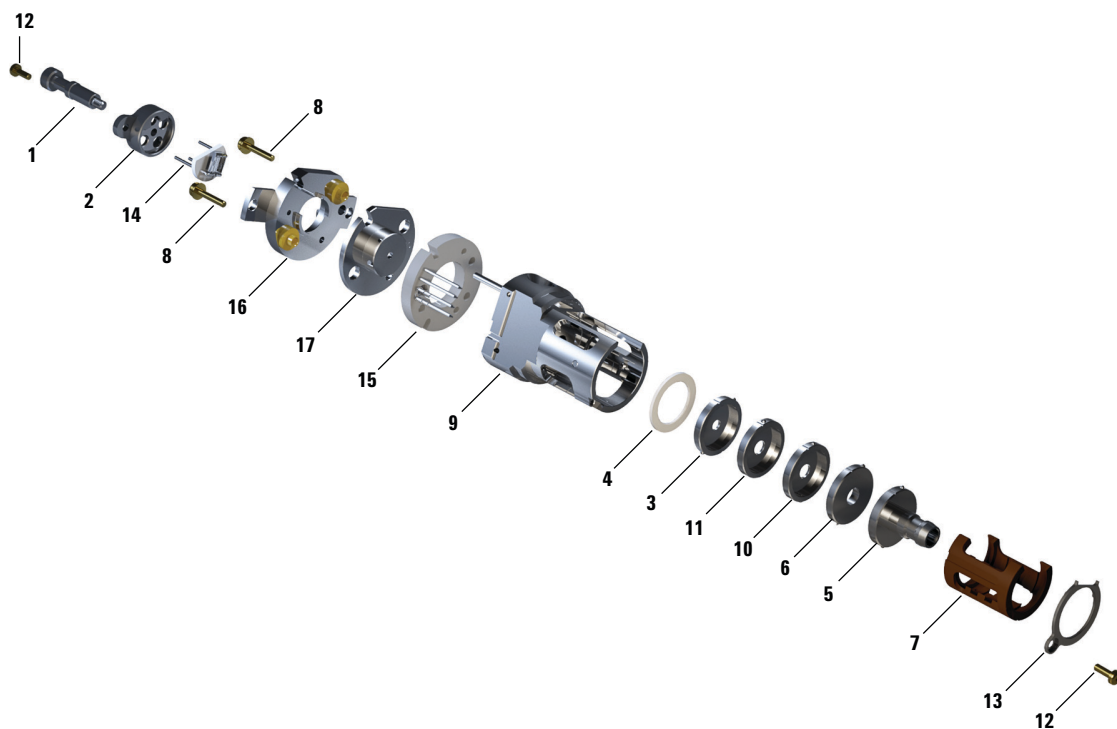

Abbildung 57. Explosionsansicht der Teile der EI-HES
Schlagen Sie unter der Explosionsansicht der Teile **Abbildung 57** und in der EI-HES-Teileliste **Tabelle 18** auf Seite 198 nach, während Sie dieses Verfahren verwenden.
**Tabelle 18 Teileliste für die EI-HES (Abbildung 57)**